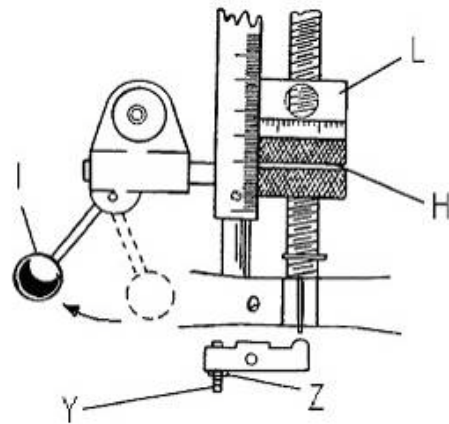

Рис. 10
Ослабьте контргайку (Z, рис. 10). Введите в зацепление рычаг подачи сверления (I). Установите регулировочную гайку глубины сверления (H) против концевой упора (L). Медленно поворачивайте регулировочный винт до тех пор, пока рычаг подачи сверления (I) не выйдет из зацепления. Сильно затяните контргайку (Z).